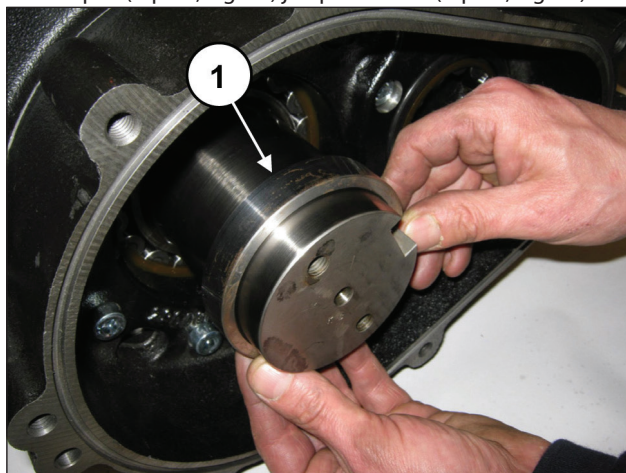
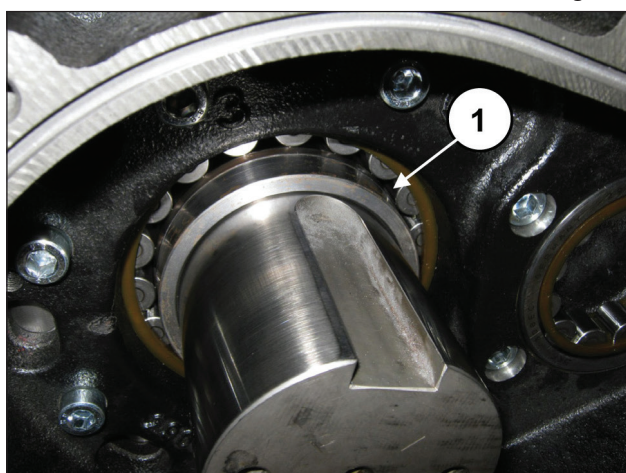

Fig. 74
Fig. 75
Serrer les vis à l'aide d'une clé dynamométrique, en suivant les indications du chapitre 3 FORCES DE SERRAGE DES VIS. Insérer la bague d'appui de la couronne dans la queue du vilebrequin (rep. ①, Fig. 74) jusqu'en butée (rep. ①, Fig. 75).